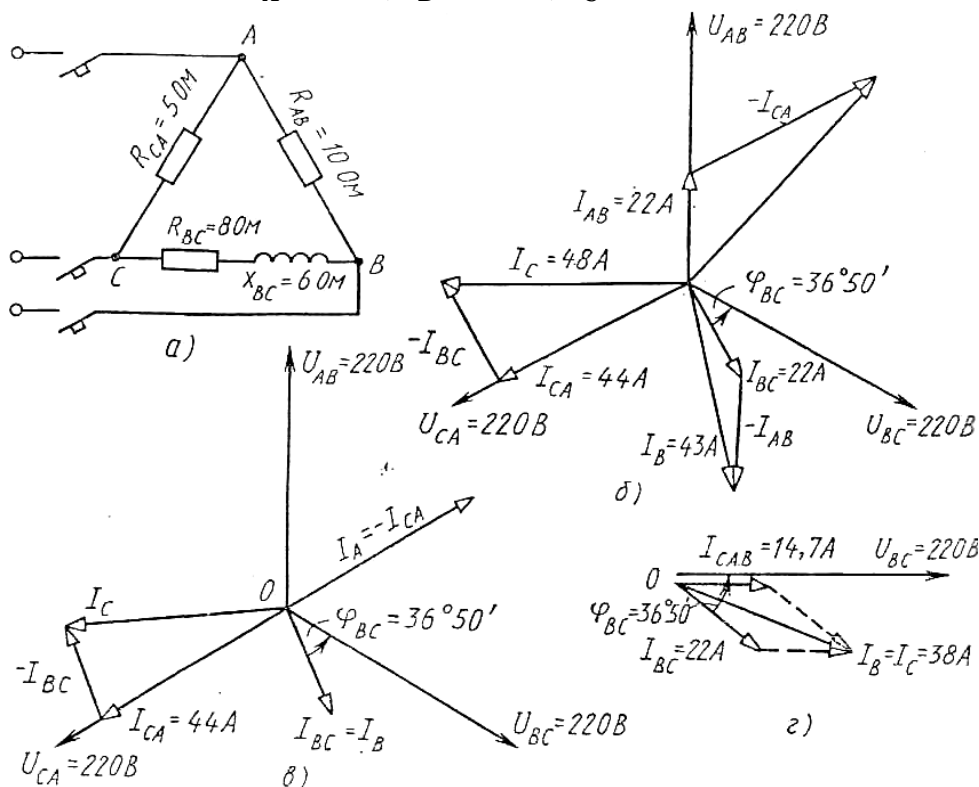

Рис.4.1
В трехфазную сеть включили треугольником несимметричную нагрузку (рис. 4.1, а): в фазу АВ - активное сопротивление $R_{AB} = 10$ Ом; в фазу ВС - индуктивное сопротивление $X_{BC} = 6$ Ом и активное $R_{BC} = 8$ Ом; в фазу СА - активное сопротивление $R_{CA} = 5$ Ом. Линейное напряжение сети $U_{ном} = 220$ В. Определить фазные токи и начертить векторную диаграмму цепи, из которой графически найти линейные токи в следующих случаях: 1) в нормальном режиме; 2) при аварийном отключении линейного провода А; 3) при аварийном отключении фазы АВ.
Для построения векторной диаграммы выбираем масштаб по току: 1 см = 10 А и напряжению: 1 см = 40 В. Затем в принятом масштабе откладываем векторы фазных (они же линейные) напряжений U_{AB}, U_{BC}, U_{CA} под углом 120° друг относительно друга (рис. 4.1,б). Затем откладываем векторы фазных токов: ток в фазе АВ совпадает с напряжением U_{AB} ; в фазе ВС ток отстает от напряжения U_{BC} на угол $\varphi_{BC} = 36^\circ 50'$; ток в фазе СА совпадает с напряжением U_{CA} . Затем строим векторы линейных токов на основании известных уравнений:
$\varphi_{BC} = 36^\circ 50'$ На (рис. 4.1, г) построена векторная диаграмма цепи. Из диаграммы находим линейные токи: $I_B = I_C = 38 \text{ А}$. По направлению же эти токи обратны.
3. Аварийное отключение фазы АВ. При этом ток в отключенной фазе равен нулю, а токи в двух других фазах остаются прежними. На (рис. 4.1, в) показана векторная диаграмма для этого случая. Ток $I_{AB} = 0$; линейные токи определяются согласно уравнениям: $I_A = I_{AB} + (-I_{CA})$; $I_B = I_{BC} + (-I_{AB})$; $I_C = I_{CA} + (-I_{BC})$. Таким образом, только линейный ток I_C сохраняет свою величину; токи I_A и I_B изменяются до фазных значений. Из диаграммы графически находим линейные токи: $I_A = 44 \text{ А}$; $I_B = 22 \text{ А}$; $I_C = 45 \text{ А}$.